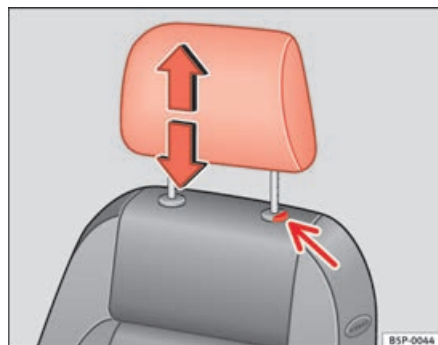

Fig. 94 Poggiatesta:
- Premere il tasto ⇒ fig. 94 (freccia).